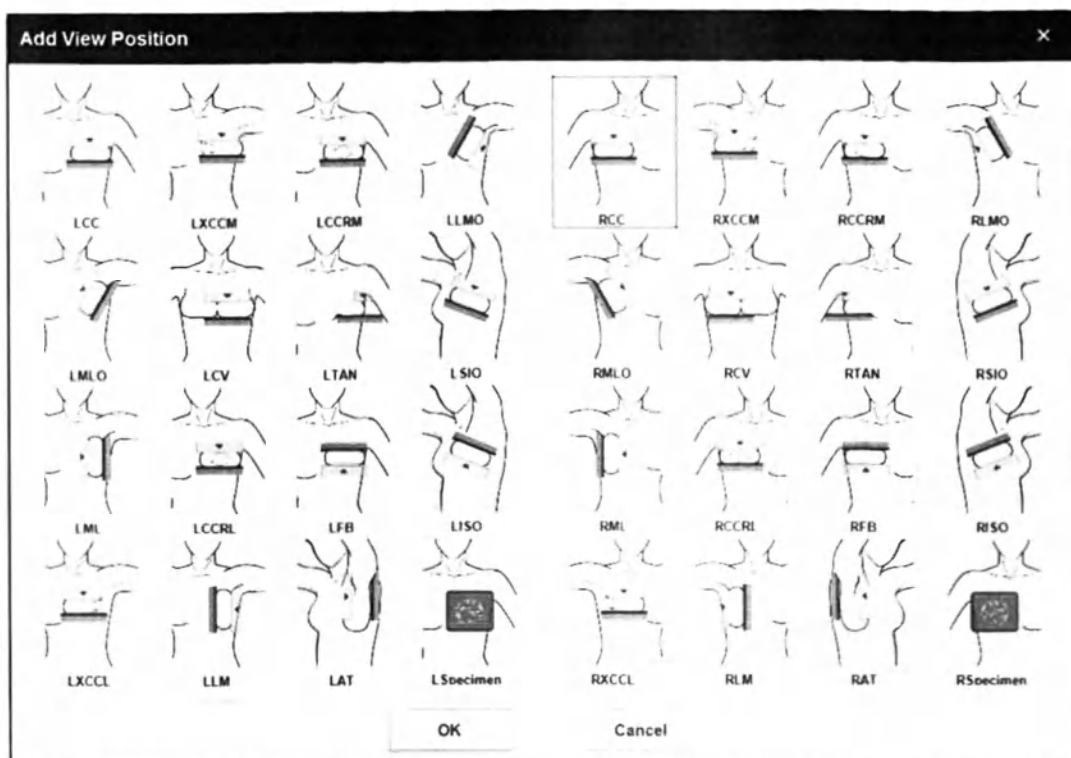

Рис. 3.24 Окно «Добавить положение обзора»
- Опция «Добавить положение обзора» (Add View Position) появляется при нажатии значка Добавить [Add], как показано ниже на рис. 3.24.
- После выбора списка, такое же окно как «Добавить положение обзора» ('Add View Position') появляется при нажатии значка [Edit] Редактировать, рис. 3.24.
(4) Значки Сохранить/Пауза /Отправить